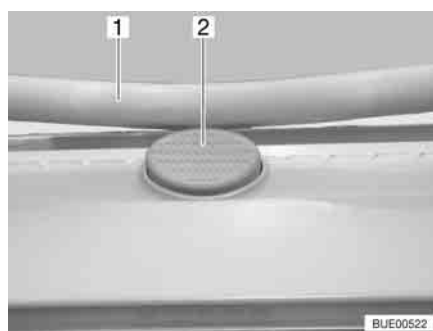

Fig. 37 Bottone di sicurezza sull'oblò Heki
Apertura: ■ Premere il bottone di sicurezza (Fig. 37,2) e tirare verso il basso la staffa (Fig. 37,1) con entrambe le mani.
- Premere la staffa verso l'alto con ambedue le mani, finché la staffa non poggia al di sopra del bottone di sicurezza (Fig. 37,2).
- Premere il bottone di sicurezza (Fig. 37,2) e tirare verso il basso la staffa (Fig. 37,1) con entrambe le mani.